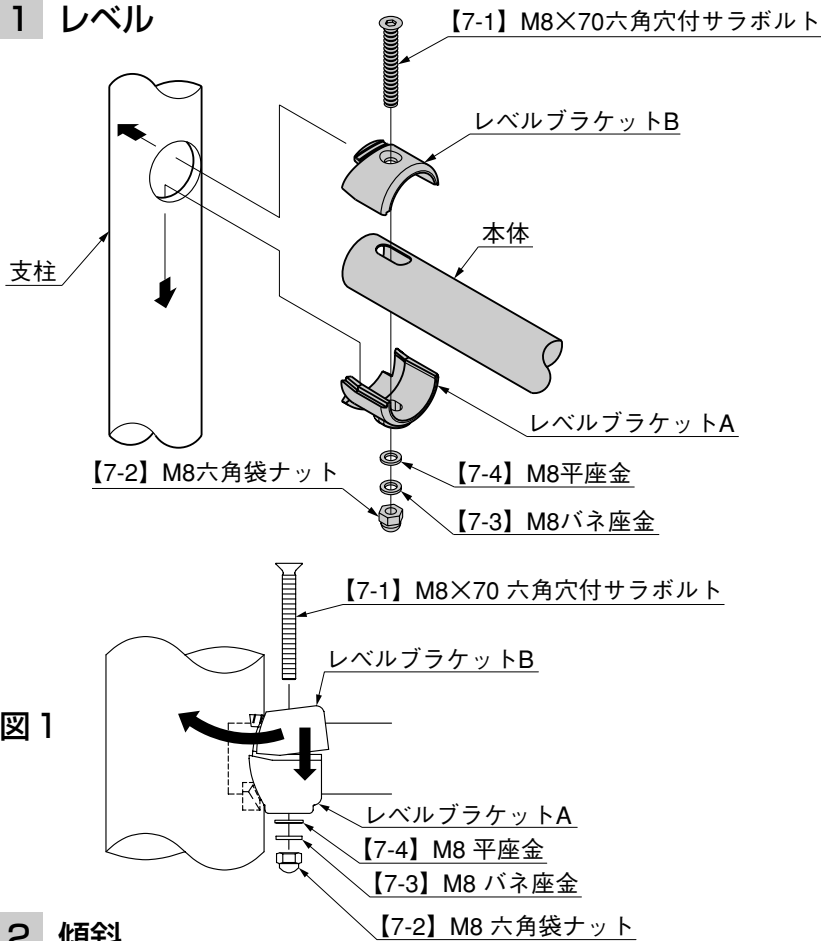

図1
- ① 本体取付孔が通りを向くように柱を立ててください。
- ② レベル・通りを出し、コンクリートを十分に硬化させてください。
- ③ レベルブラケットAを柱の本体取付孔に引っかけてください。
- ④ レベルブラケットAに本体をのせてください。このとき、柱の中に本体が必ずのみ込まれるようにしてください。
- ⑤ レベルブラケットBを図1のように取付け、【7-1】、【7-2】、【7-3】、【7-4】で締め付けてください。